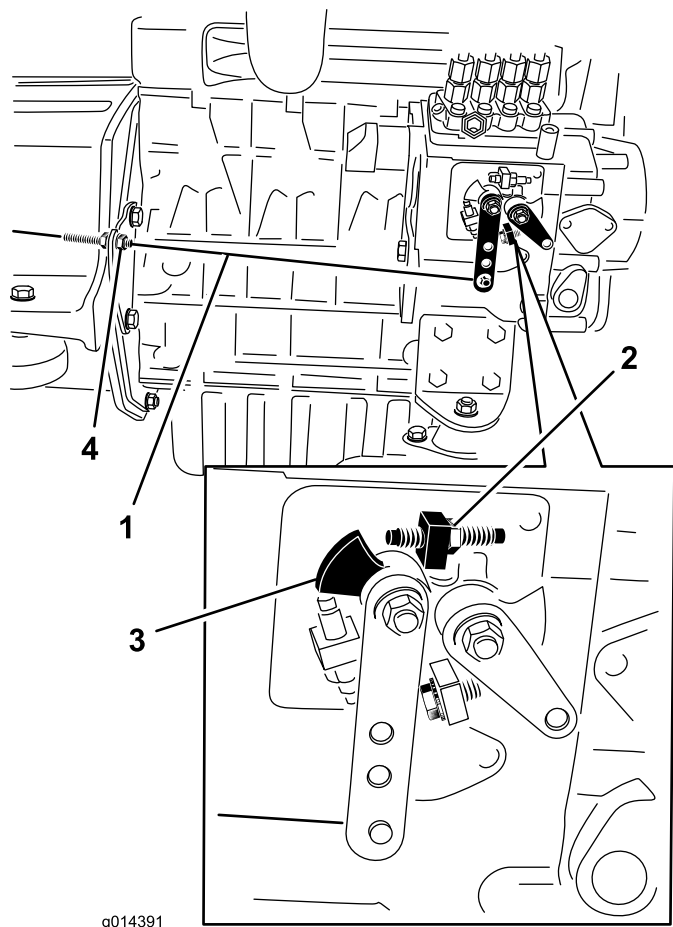

図 46
2. エンジンの燃料噴射ポンプについている速度コントロールレバーの位置を確認する。スロットルコントロール・レバーをFAST位置（ディテント位置）にセットした状態で、速度コントロール・レバーが高速ねじに接触していれば適正（図 46）。
3. 必要であれば、スロットル・コントロール・ケーブルのジャム・ナットの位置を調整して、スロットル・コントロール・レバーをFAST位置（ディテント位置）にセットした時に速度コントロール・レバーが高速ねじに接触するようにする（図 46）。